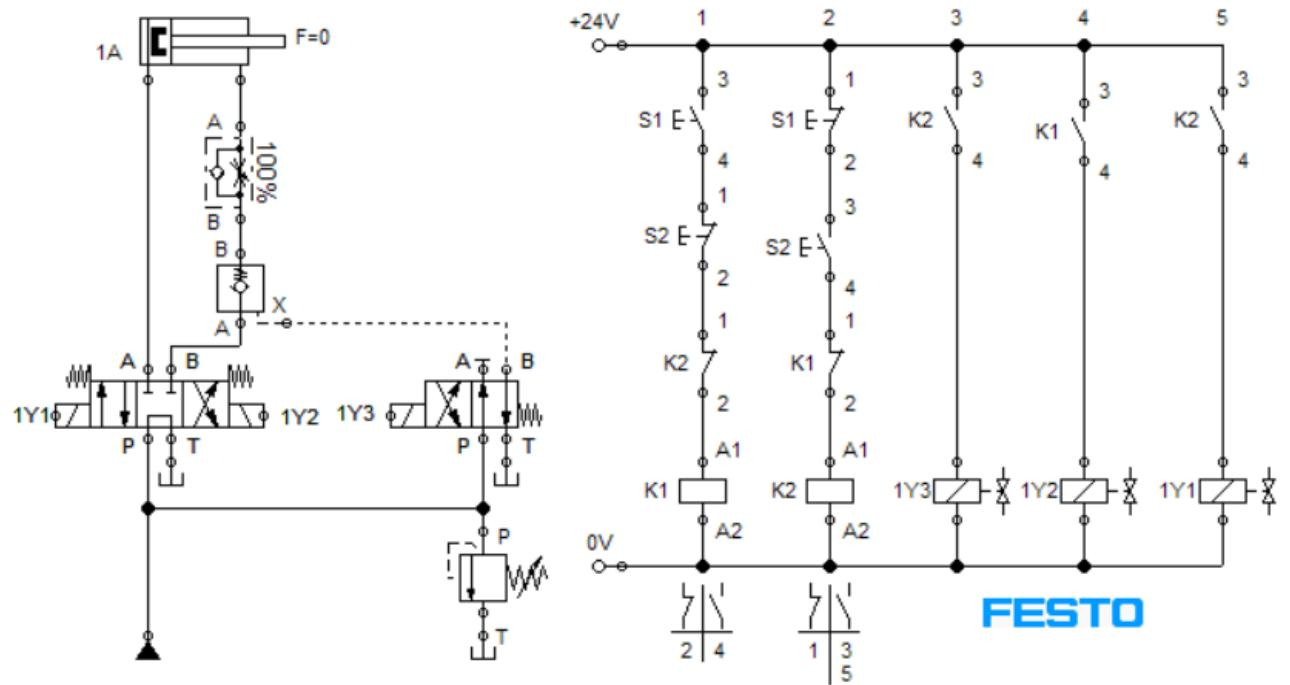

Figure 3
3) Le schéma ci-dessous (**Figure 3**) représente le circuit d'une installation électrohydraulique utilisée pour commander un vérin à double effet.
- a) Dessiner, avec le logiciel (FluidSim-h), le montage correspondant au schéma ci-dessous (**Figure 3**), puis réaliser sa simulation.